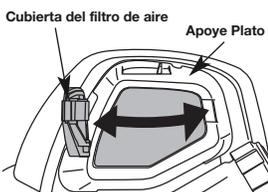

Fig. 28
7. Vuelva a instalar la tapa del filtro de aire. Coloque las dos pequeñas lengüetas de la cubierta del filtro de aire sobre las dos ranuras de la placa posterior y presione la cubierta hacia abajo, cerciorándose que la lengüeta y la ranura estén bien alineadas, como encaje en su lugar (Fig. 28 y 27).